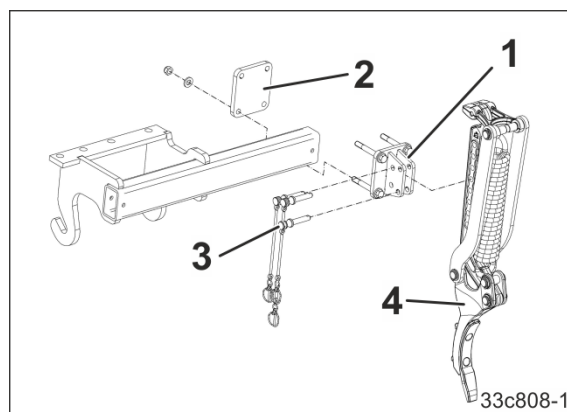

Fig. 80
- 1.1 Skru sporløsnerholderen (Fig. 80/1) med klempladen (Fig. 80/2) på tilbygningsrammen.
- 1.2 Sæt sporløsneren (Fig. 80/4) med stikbolten (Fig. 80/3) i helt oppe, og lås med en ringsplit.